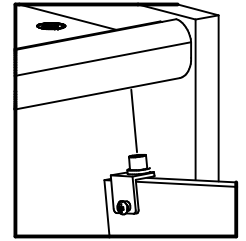

figure 2/figure 2/chiffre 2
- While holding the door, insert the TOP HINGE and BUSHING into the hole as shown in figure 2.
- Mientras sosteniendo la puerta, inserte la BISAGRA SUPERIOR y BUJE en el agujero como mostrado en figure 2.